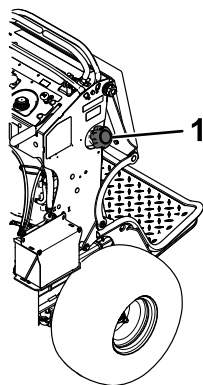

Figure 47
3. Nettoyez la surface autour du bouchon du réservoir de carburant pour éviter que des débris ne tombent à l'intérieur du réservoir (Figure 47).